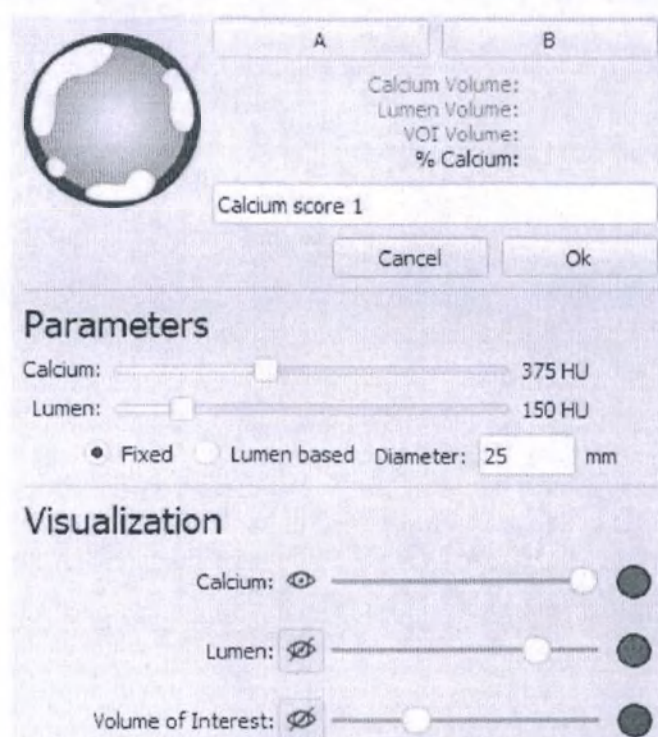

Рисунок 16: Всплывающее окно Кальциевый индекс
- Кальциевый индекс (Calcium score): на видах 2D или 3D, расположите и подтвердите точки A и B, нажав на соответствующие кнопки (Рисунок 16). A и B определяют границы части сосуда, который Вы хотите посчитать. Параметры измерения могут быть настроены путем определения порога в единицах Хаунсфилда. Эта граница применяется внутри объема интереса на основе центральной линии: